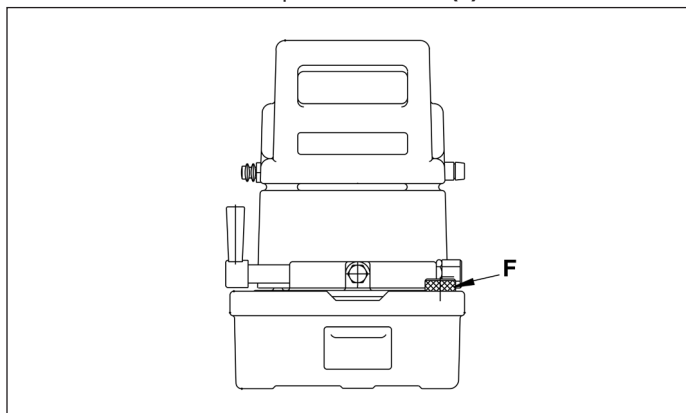

Figura 11
7.2 Cambio de aceite (Figura 11)